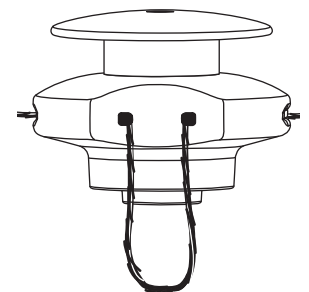

Fig. 6
- Poussez les extrémités à travers jusqu'à ce qu'elles dépassent des côtés de la tête (Fig. 6).